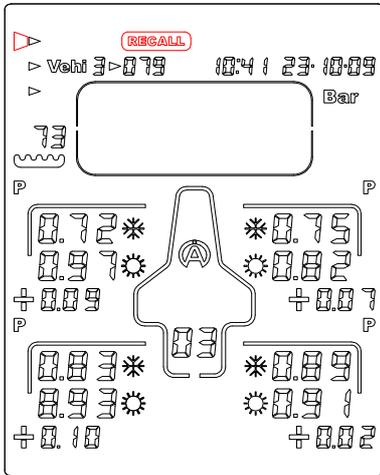

Figure 8
- 1) With the help of the buttons , select the icon « **RECALL** » (*figure 8*)